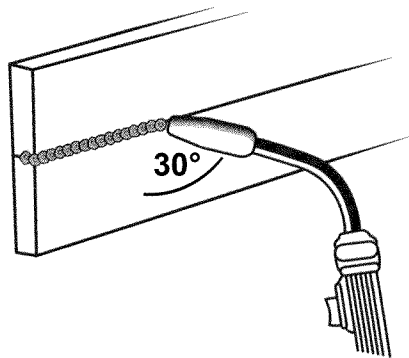

Figura 15. Posición horizontal
2. La POSICIÓN HORIZONTAL (Figura 15) es la siguiente en grado de dificultad. Se hace igual que la soldadura plana excepto que el ángulo B (ver CÓMO SOSTENER LA PISTOLA en la página 20) es tal que el alambre, y por lo tanto la fuerza del arco, se